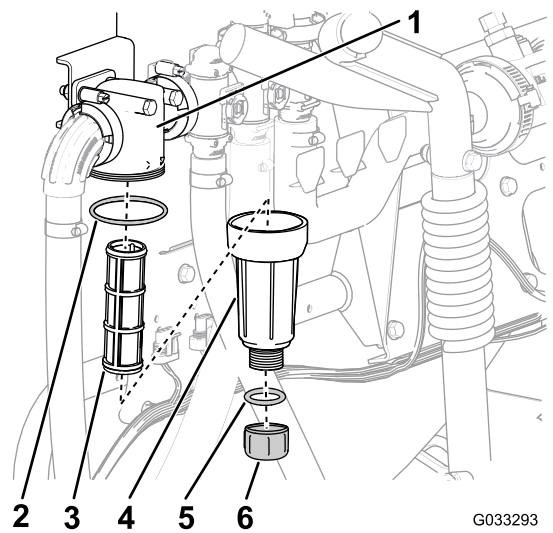

Figure 29
2. Placez un bac de vidange sous le filtre de pression (Figure 29).
3. Tournez le bouchon de vidange dans le sens antihoraire et retirez-le de la cuvette du filtre de pression (Figure 29).
4. Tournez la cuvette dans le sens antihoraire et déposez la tête du filtre (Figure 29).
5. Retirez l'élément du filtre de pression (Figure 29).
7. Contrôlez l'état et l'usure du joint du bouchon de vidange (à l'intérieur de la cuvette) et du joint de la cuvette (à l'intérieur de la tête du filtre) (Figure 29).
8. Placez l'élément dans la tête du filtre de pression (Figure 29).
9. Vissez la cuvette sur la tête du filtre et serrez-la à la main (Figure 29).
10. Vissez le bouchon de vidange sur le raccord au fond de la cuvette et serrez-le à la main (Figure 29).